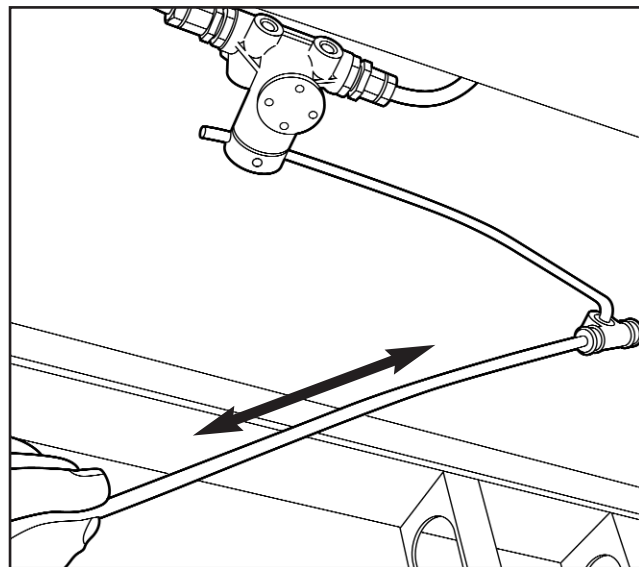

Fig 3.2
2. Chasser tout l'air du système (figure 3.2).